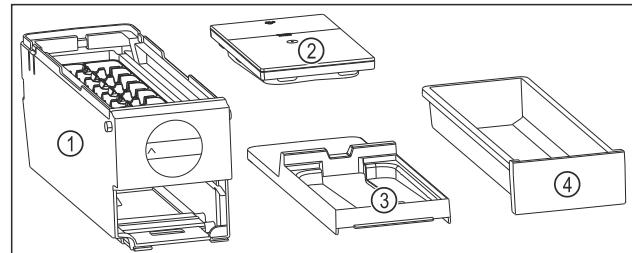

Fig. 79 EasyTwist-Ice 的组成部分
- ▷ EasyTwist-Ice 已被拆解为四部分。（参见 Fig. 79）
- ▶ 仅将 EasyTwist-Ice 拆解成所示的组成部分。（参见 Fig. 79）
- ▷ 将 EasyTwist-Ice 机身 Fig. 79 (1) 作为整体进行清洁。